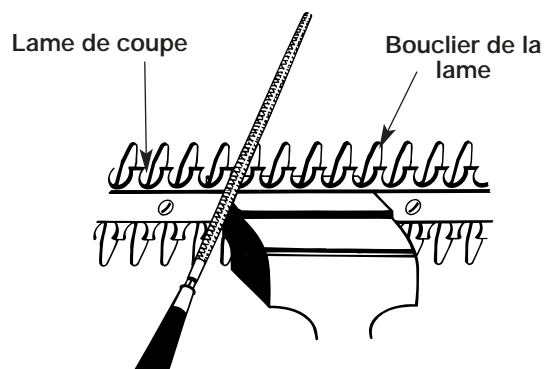

Fig. 11
1. Arrêtez le taille-haie de façon à ce que la lame et la partie fixe (doigts) de la lame s'arrêtent comme l'illustre la Figure 11. Ceci vous donnera le dégagement nécessaire pour insérer une lime entre les dents de la lame et les doigts.